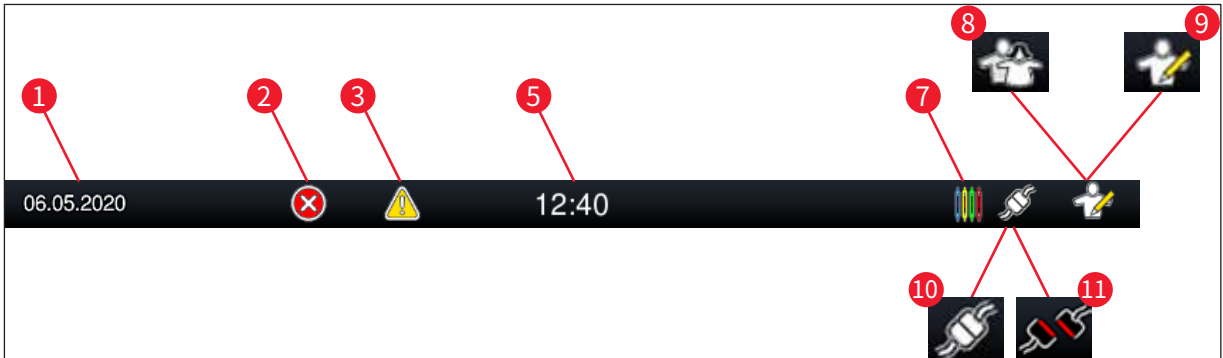

图 16
4. 在右上侧的状态栏 (→“图 16”) 中用相应的符号显示当前用户状态。